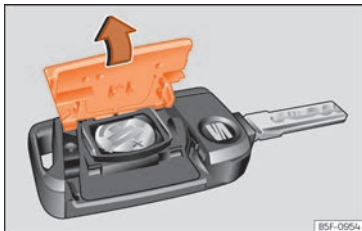

Abb. 145 Fahrzeugschlüssel: Deckel des Batteriefachs öffnen.
- Abdeckung auf der Rückseite des Fahrzeugschlüssels »» **Abb. 145** in Pfeilrichtung abnehmen »» ⚠.
- Abdeckung wie gezeigt ansetzen »» **Abb. 145** und entgegen der Pfeilrichtung auf das Fahrzeugschlüsselgehäuse drücken, bis sie einrastet.